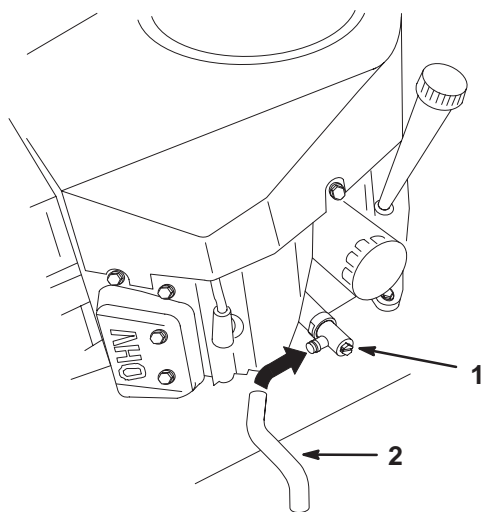

Bild 18
3. Schieben Sie die Ablassschlauch auf das Ölablassventil (Bild 18).
4. Stellen Sie eine Auffangwanne unter den Ölablassschlauch. Öffnen Sie das Ventil entweder mit einem Flachschraubenschlüssel oder einem 10 mm Schlüssel (Bild 18).
5. Drehen Sie das Ventilende entgegen dem Uhrzeigersinn, um das Ventil zu öffnen (Bild 18).
6. Drehen Sie nach dem kompletten Abfließen des Öls das Ablassventil im Uhrzeigersinn, um es zu schließen (Bild 18).